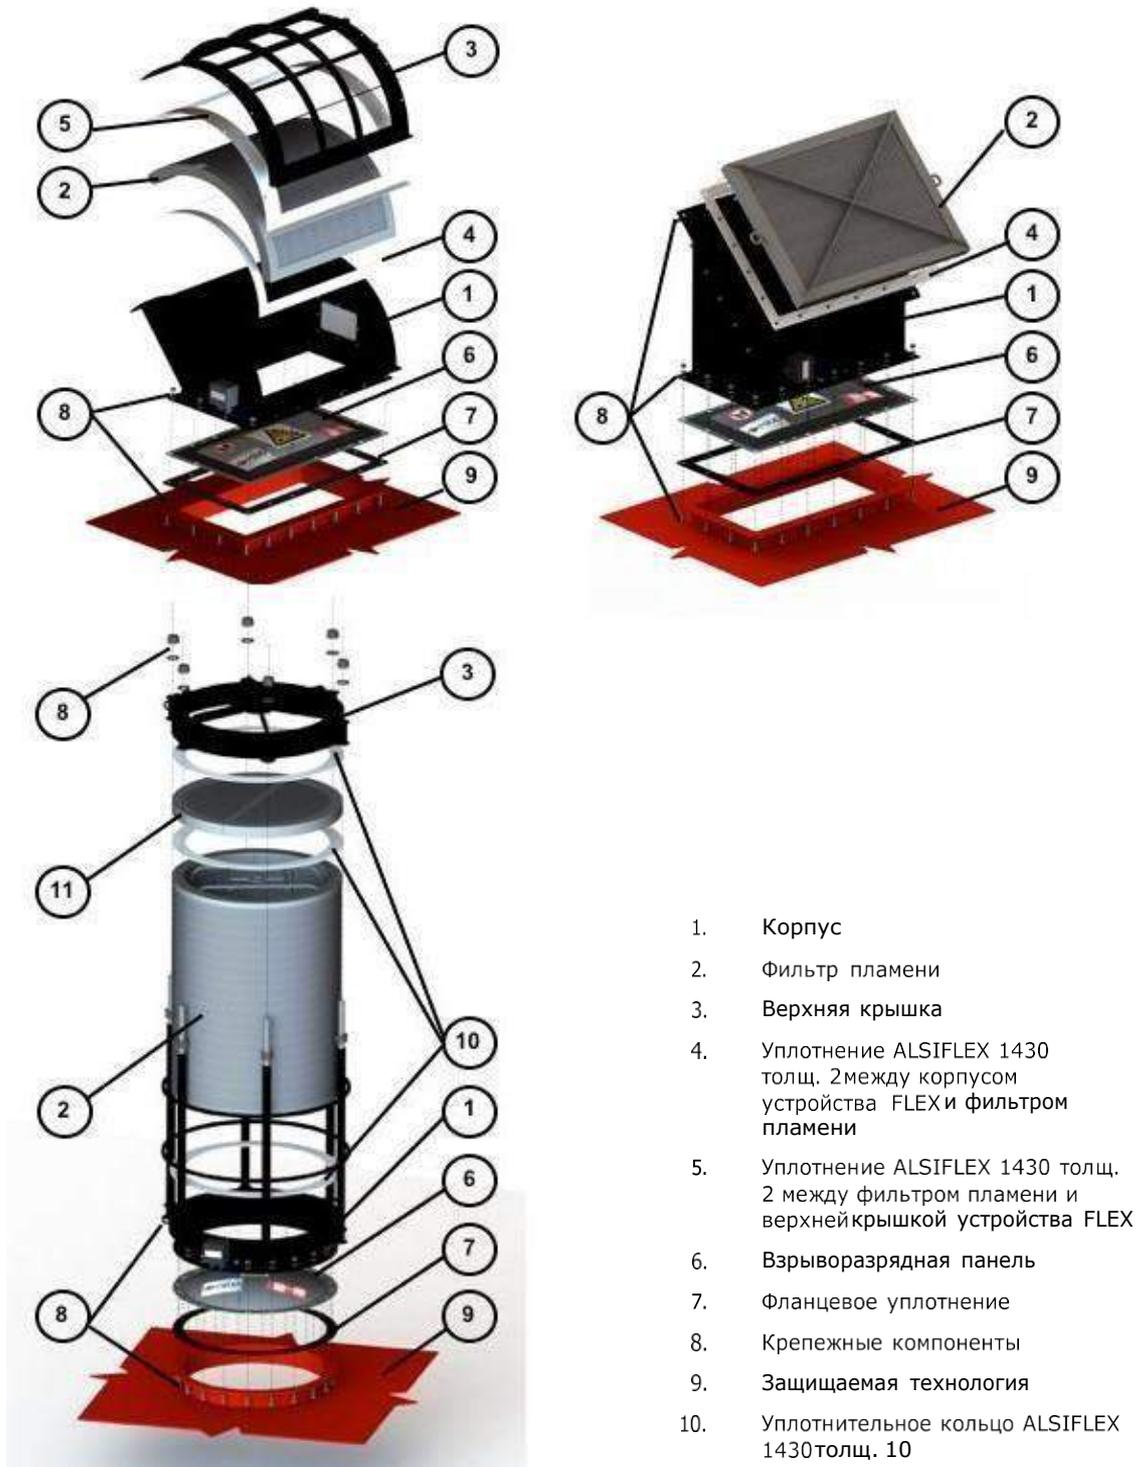

Рис. 16 - Конструкция в разобранном состоянии
- 6) На устройстве FLEX в двух точках около фильтра пламени наклеено уплотнение из материала ALSIFLEX 1430 (толщ. 2) (см. рис. 16). Если после взрыва уплотнение не несет следов повреждения, загрязнения, и его целостность не нарушена никаким образом менять его не нужно. Если это так, его нужно заменить.
- 6) На корпусе устройства FLEX под фильтром пламени наклеено уплотнение из материала ALSIFLEX 1430 (толщ. 2) (см. рис. 16). Если после взрыва уплотнение не несет следов повреждения, загрязнения, и его целостность не нарушена никаким образом, менять его не нужно. Если это так, его нужно заменить.
- 5) На всех контактных поверхностях металл-металл устройств серии FLEX используется уплотнение из материала ALSIFLEX 1430 (толщ. 10) (рис. 16). Это уплотнение всегда подлежит замене.
Ниже на рис. 16 изображены в разобранном состоянии отдельные конструкционные разновидности устройства FLEX.
- Г) Уплотнение ALSIFLEX (поз. 4, 5 и 10 на рис. 16), в случае его повреждения, меняется вместе с пламенным фильтром. У каждого типа FLEX свой уникальный размер уплотнения.